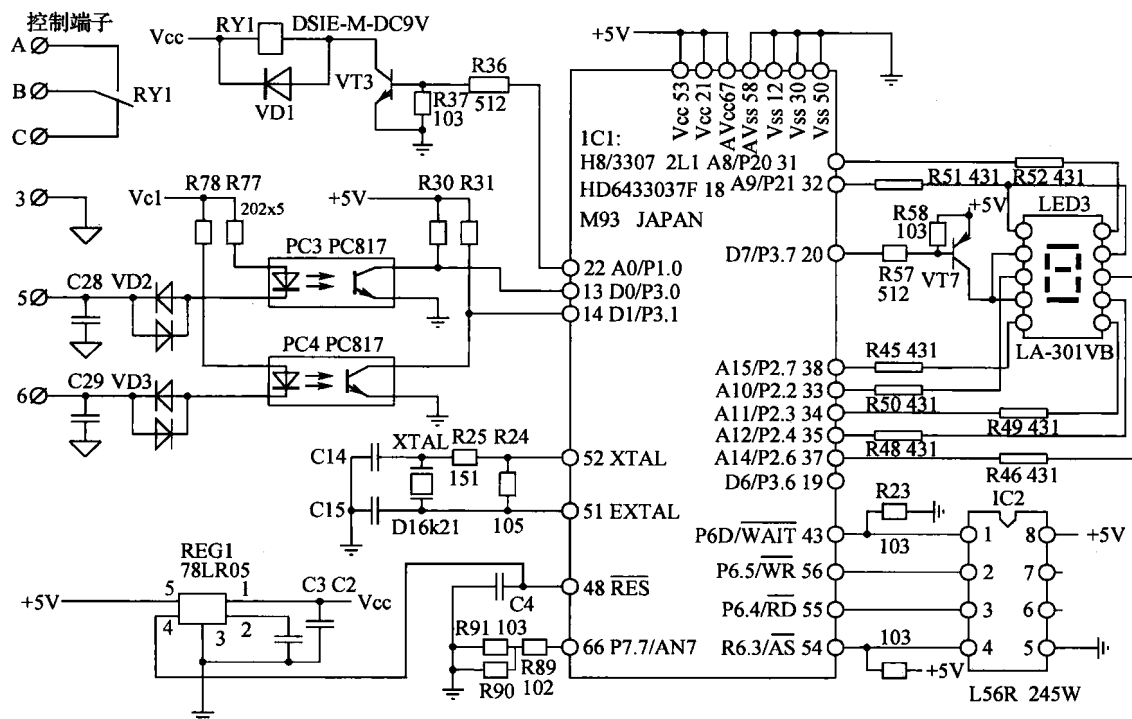

图 1-4 变频器的控制端子电路外围电路例图
(1) 变频器的控制端子电路外围电路例图（见图 1-4）
(2) 变频器开关电源电路元器件及单元电路的命名
操作显示面板当然包括显示和操作两个部分，显示用 LED 数码管，而操作部分则是用按键来进行的。图 1-4 将按键电路从略了。